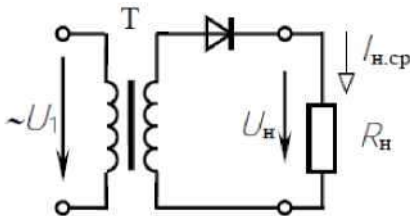

Рис.4
2.2 В цепи (рис.4) через нагрузочный резистор сопротивлением $R_H = 500$ Ом проходит ток $I_{H.ср} = 0,1$ А. Выбрать тип диода и рассчитать коэффициент трансформации (n) и мощность трансформатора (P_T) (см. табл. 1, 2), если напряжение питающей сети $U_1 = 220$ В.